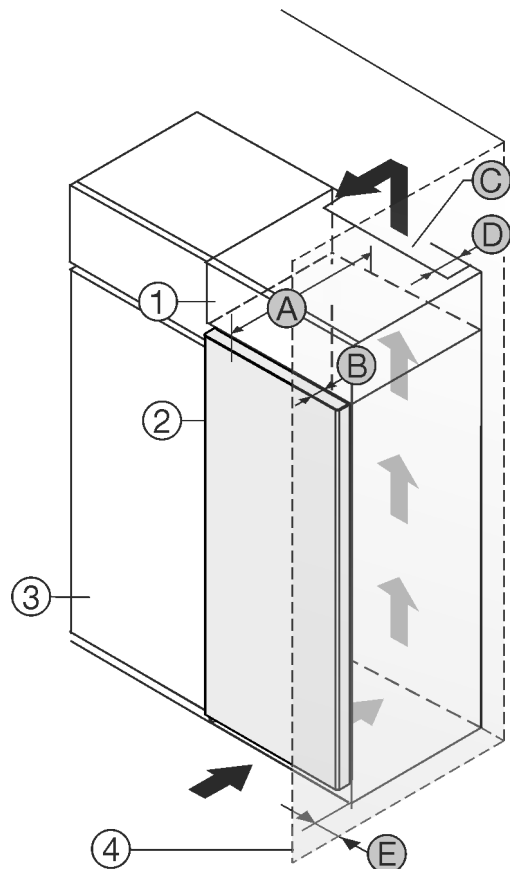

Fig. 1
Установите устройство непосредственно рядом с кухонным шкафом *Fig. 1 (3)*.
На задней стенке дополнительного шкафчика должен быть вентиляционный канал с глубиной *Fig. 1 (D)* по всей ширине этого шкафа.
Нужно соблюдать вентиляционное отверстие *Fig. 1 (C)* под нижней панелью.
Если устройство установлено на шарнирах у стены *Fig. 1 (4)*, то расстояние между устройством и стеной должно быть не менее 13 мм.
Если устройство установлено на шарнирах у стены *Fig. 1 (4)*, то расстояние между устройством и стеной должно быть не менее 20 мм.